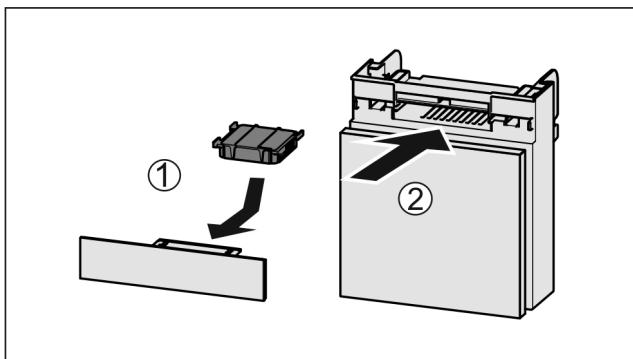

Fig. 96
- ▶ Установите фильтр с активированным углем, как показано на рисунке Fig. 96 (1).
- ▶ Вставьте отделение Fig. 96 (2).